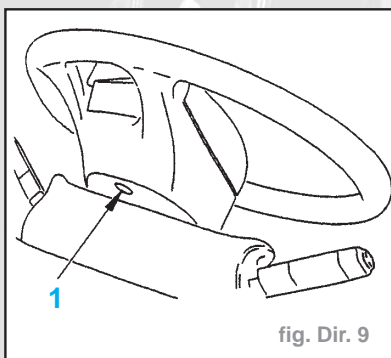

fig. Dir. 9
- Déposer la vis (1) et sa symétrie à l'aide d'une clé coudée à empreinte Torx n°30 (fig. Dir. 9).